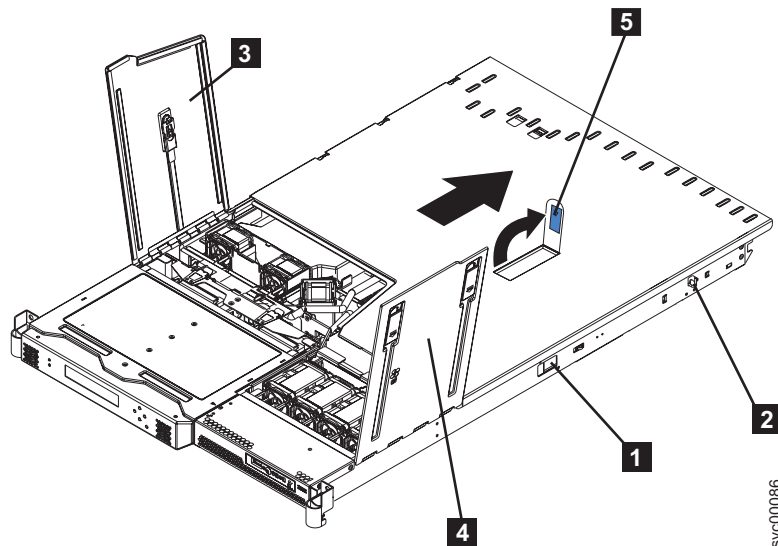

図 68. ファン・ドアを開いた状態の SAN ボリューム・コントローラー 2145-8F2 または SAN ボリューム・コントローラー 2145-8F4
- b. 両方のサイド・リリース・ラッチ (左と右) を ノード の前方に向かってスライドさせます。両方のレール・ロック・ピン 2 が垂直位置にあることを確認して、 を引き出し、ラックから取り外します。329 ページの図 68 を参照してください。